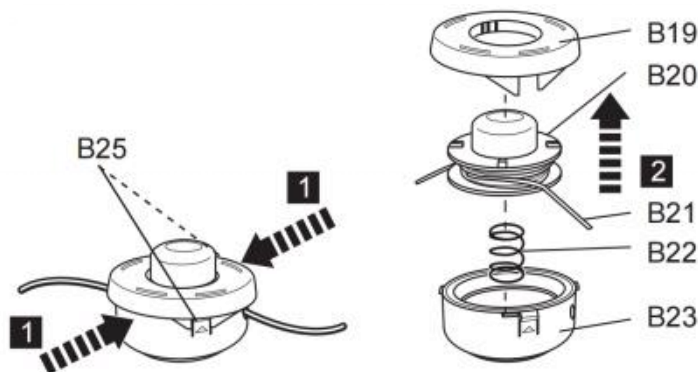

Fig. 63
3. Druk op de ontgrendelingshendels (B25) op de behuizing van de trimkop (B23) om de klep (B19) te openen (Fig. 63). De klep (B19) en de spoel (B20) zullen eruit springen.